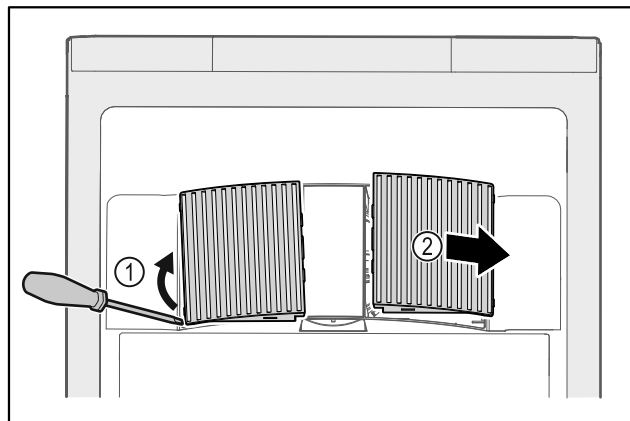

Fig. 177
- ▶ Осторожно подденьте крышки вентилятора сбоку Fig. 177 (1) и снимите их движением вперед Fig. 177 (2).